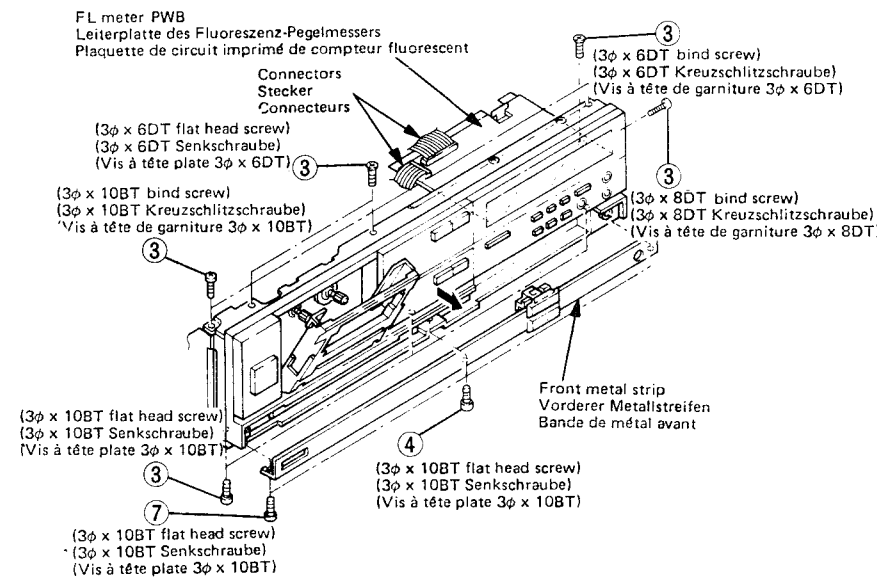
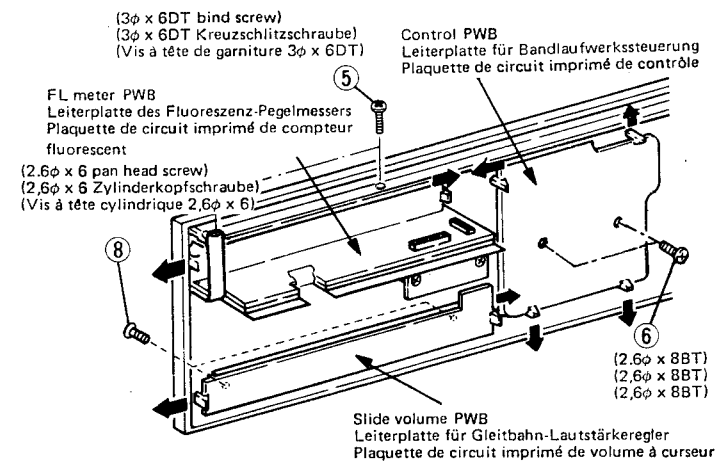

Fig. 3 Abb. 3
Fig. 4 Abb. 4
4. Front Panel (Fig. 3)
5. FL Meter PWB (Fig. 4)
6. Control PWB (Fig. 4)
7. Slide Volume PWB (Fig. 4)
Remove two screws ⑦ from the slide volume PWB in order to remove the front metal strip (Fig. 3). Remove two screws ⑧ and two tabs from the slide volume PWB (Fig. 4).
4. Frontplatte (Abb. 3)
5. Leiterplatte des Fluoreszenz-Pegelmessers (Abb. 4)
6. Leiterplatte für Bandlaufwerkssteuerung (Abb. 4)
7. Leiterplatte für Gleitbahn-Lautstärkeregler (Abb. 4)
Die beiden Schrauben ⑦ aus der Leiterplatte für Gleitbahn-Lautstärkeregler herausdrehen, um den vorderen Metallstreifen abnehmen zu können (Abb. 3). Die beiden Schrauben ⑧ lösen und die beiden Laschen von der Leiterplatte für Gleitbahn-Lautstärkeregler abnehmen (Abb. 4).
4. Panneau avant (Fig. 3)
5. Plaquette de circuit imprimé de compteur fluorescent (Fig. 4)
6. Plaquette de circuit imprimé de contrôle (Fig. 4)
7. Plaquette de circuit imprimé de volume à curseur (Fig. 4)
Déposer les deux vis ⑦ au niveau de la plaquette de circuit imprimé de volume à curseur pour pouvoir enlever la bande métallique avant (Fig. 3). Déposer les deux vis ⑧ et les deux taquets au niveau de la plaquette de volume à curseur (Fig. 4).